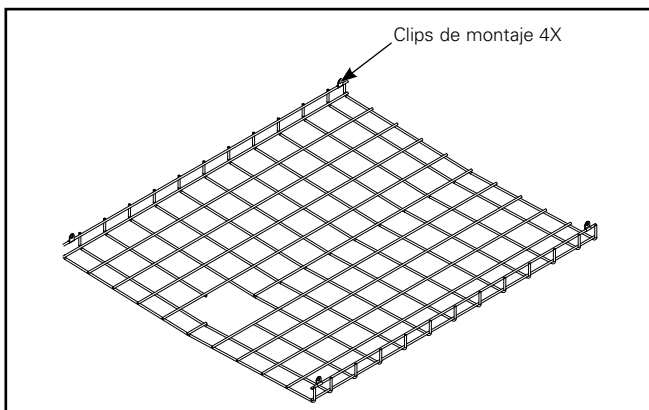

Figura 1.
1. Instale los cuatro (4) clips de montaje del protector de cables en cada esquina del protector como se muestra en la (Figura 1).